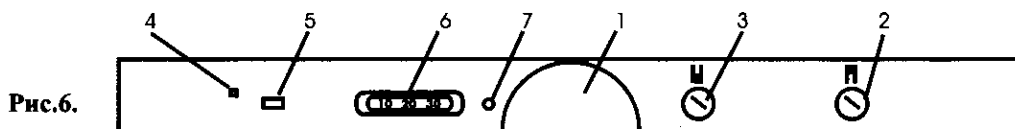

Рис.6.
6.1. Расположение Приборов управления и сигнализации (см. рис. 6):
6.2. Перед включением прибора в электросеть установите клавишу переключения режимов 5 (рис. 6) в положение, обозначенное символом «0» (режим хранения). Ручки термостатов 2 и 3 (рис. 6) установите в позиции «0», вращая их *против часовой стрелки*. Для удобства воспользуйтесь монеткой, которую необходимо установить в шлиц ручки термостата (применение отверток, ножей и т. п. может привести к повреждению ручки). До позиции «1» ручка вращается плавно, без особых усилий. Для дальнейшего вращения до позиции «0» нужно приложить усилие. Убедитесь в том, чтобы указатель на ручке термостата совпал с позицией «0». Это означает, что прибор выключен (если все выше перечисленные операции производились при включенном в электросеть приборе, то повторное включение термостатов допускается не менее чем через 10 мин.).
6.16. Морозильная камера оснащена клавишей выбора режима 6 (рис.6):
7.1. В вашем холодильнике предусмотрено автоматическое удаление снегового покрова с испарителя, расположенного на задней стенке холодильной камеры. Это означает, что каждый раз в период остановки компрессора испаритель покрывается каплями воды, которые стекают в лоток. Затем через отверстие в центре лотка вода по дренажной трубке стекает в сосуд талой воды, установленный на компрессоре (рис. 1а), где испаряется за счёт нагрева компрессора. Такое периодическое оттаивание снегового покрова с испарителя холодильной камеры является обязательным и служит доказательством нормальной работы. Частота и продолжительность циклов оттаивания зависят от установки ручки термостата 2 (рис. 6), загрузки камеры продуктами, температуры окружающего воздуха.